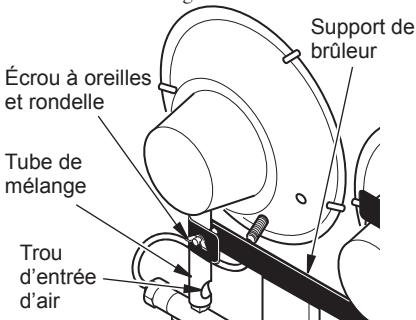

Figure 1 - Fixation de l'appareil de chauffage à son support
- Placer chaque tête de brûleur sur le support de celui-ci comme indiqué à la figure 1.